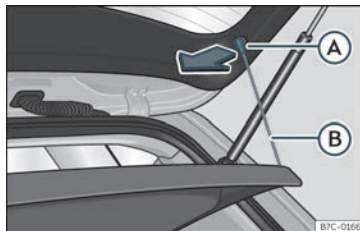

Fig. 105 Al maleter: desmuntar i muntar la safata.
- Desenganxeu els tirants de subjectació >>> fig. 105 (B) dels allotjaments (A).
- Enganxeu els tirants de subjectació >>> fig. 105 (B) a la porta posterior.